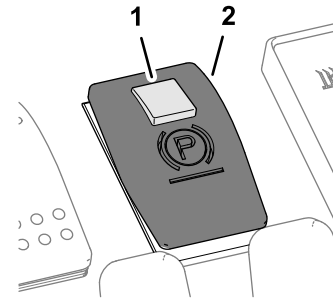

Bild 6
- Um die Feststellbremse zu aktivieren, schieben Sie die kleine Arretiertaste auf der Oberseite des Schalters zurück und drücken Sie den Schalter nach vorne (Bild 6).